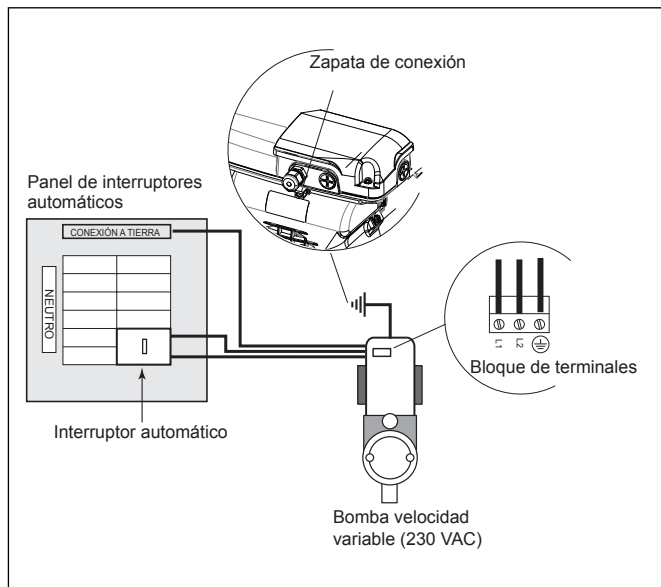

Figura 3. Unión del motor, motor Regal Beloit
1. La carcasa del motor debe estar conectada a una toma de tierra fiable con un conductor de cobre sólido, N° 8 AWG o más grande. En Canadá, debe utilizarse N° 6 AWG o mayor. Si la bomba está instalada dentro de cinco (5) pies (1,5 m) de las paredes interiores de la piscina, spa o jacuzzi, la carcasa del motor debe estar conectado a todas las partes metálicas de la estructura de la piscina, spa o jacuzzi y a todas las tuberías de los equipos eléctricos, conductos de metal y dentro de los cinco (5) pies (1,5 m) de las paredes interiores de la piscina, spa o jacuzzi.
2. Unir el motor utilizando el terminal de externo provisto. Vea la figura 3.